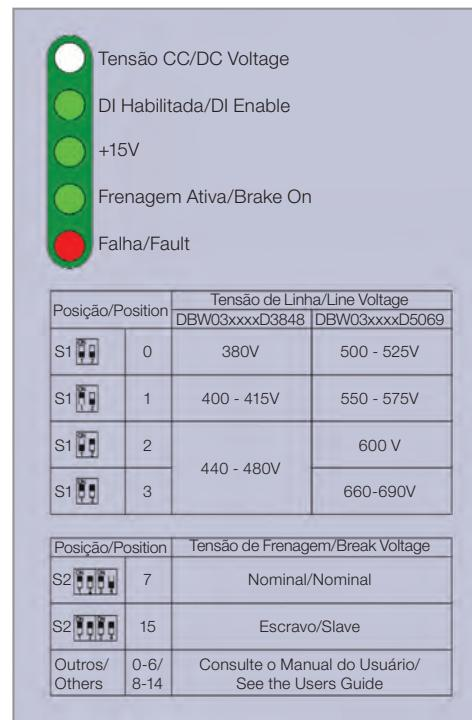

Figura 3.10: Informaciones disponibles en la parte frontal del módulo de frenado DBW03
Función de los LEDs indicadores del DBW03, ver figura 3.10.
4. Energizar el convertidor. Los LEDs “Tensión CC / DC Voltaje”, “+15 V” y “DI habilitada / DI enable”, ver figura 3.10, deberán encenderse. Los demás LEDs deberán estar apagados.